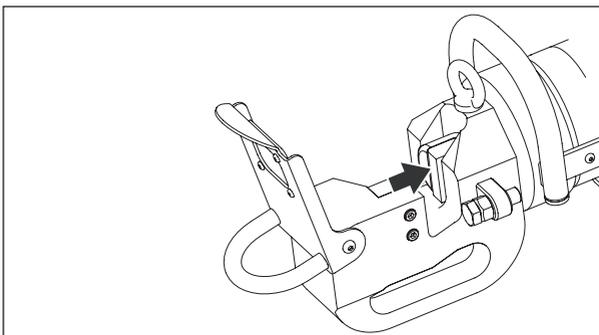

Figura 8, pistão e lâmina na posição inicial (totalmente retraída)
Sempre garanta que o pistão e lâmina móvel estejam na posição "inicial" totalmente retraída antes de colocar qualquer material dentro do cabeçote de corte. Veja a Figura 8.
2. Certifique que o pistão esteja na posição "inicial" (totalmente retraída). Veja a Figura 8.
1. Acione a bomba. Mova o pistão para a posição "inicial" (totalmente retraída). Veja a Figura 8.